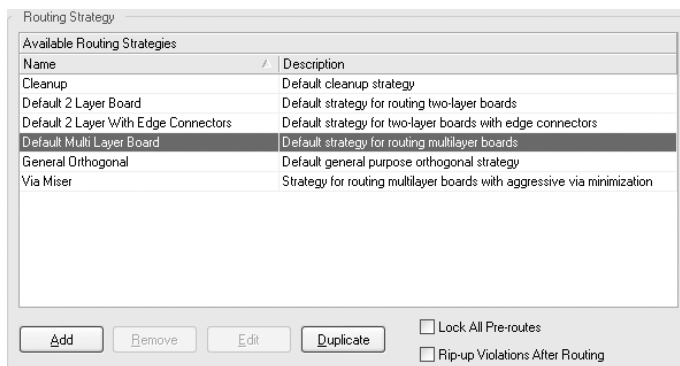

图 9-66 选择布线策略
1) 选择“自动布线”→“全部”菜单命令，打开“Situs 布线策略”（位置布线策略）对话框，在其中选择“Default Muti Layer Board”（默认的多层板）布线策略，如图 9-66 所示。